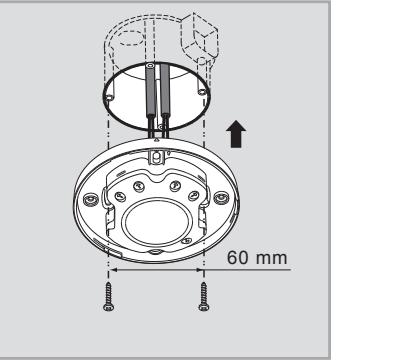
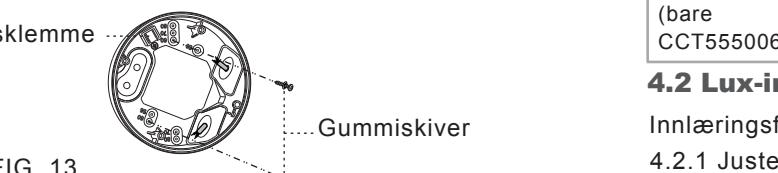

FIG. 8
FIG. 13
- 3.4.3.3 Velg ordentlige utstøtere for å feste koblingsboksen til overflaten på takbordelet med to festeskruer som festes med gummiskiver (se FIG. 13).
- 3.4.3.4 Se i koblingsskjemaene for å opprette korrekte ledningstilkoblinger (se FIG. 5). Det finnes et firkantet hull i festepaten. Når du setter festepaten inn i koblingsboksen, må du passe på at du festet falsen i fremspringet i koblingsboksen (se FIG. 8). Fest deretter detektorhodet på strømboksen idet du går frem som vist i FIG. 13, og fest dem med de vedlagte 4 stykk non-drop skruene.